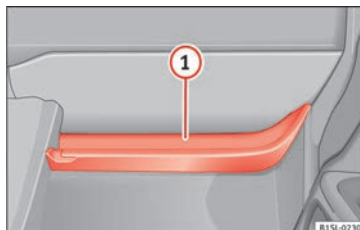

Fig. 125 Portaoggetti aperto sul lato del passeggero
Sul portaoggetti aperto è presente un gancio per borse » **fig. 125** ①.